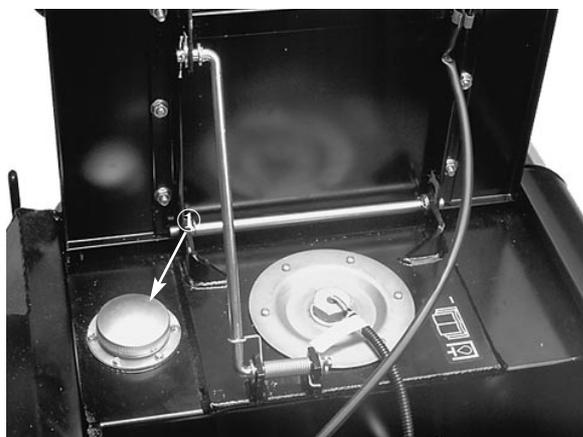

Fig. 17
2. Alzare il sedile e reggerlo in posizione verticale con l'asta di supporto del sedile (Fig. 17).
3. Sollevare il pannello frontale e toglierlo (Fig. 17).